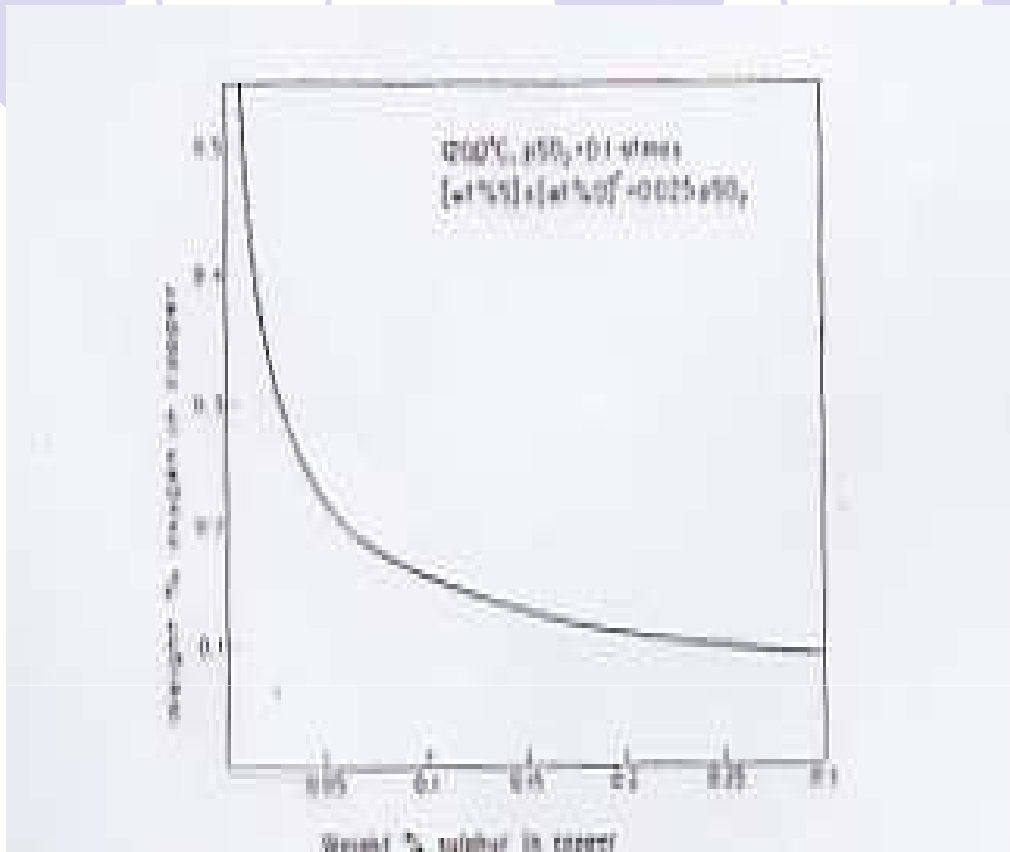

Figura 2. Concentración % en peso de Q versus concentración de S en cobre blister a 1200 °C.
- Las solubilidades S y O a 1200°C se muestran en la Figura 2, que indica que $\underline{O}$ aumenta a medida que disminuye $\underline{S}$. El cobre blister contiene entre 0.02% S y 0,5 % O